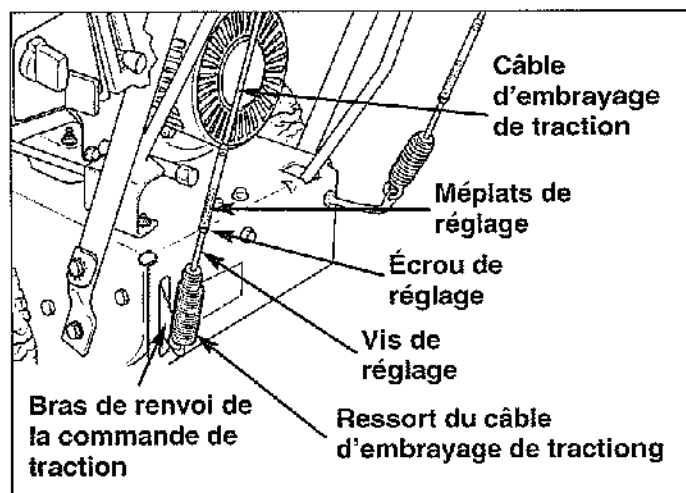

Figure 19. Réglage de la tige d'entraînement de traction
1. Desserrer l'écrou de réglage (Figure 19) en tenant les méplats de réglage et en tournant l'écrou.